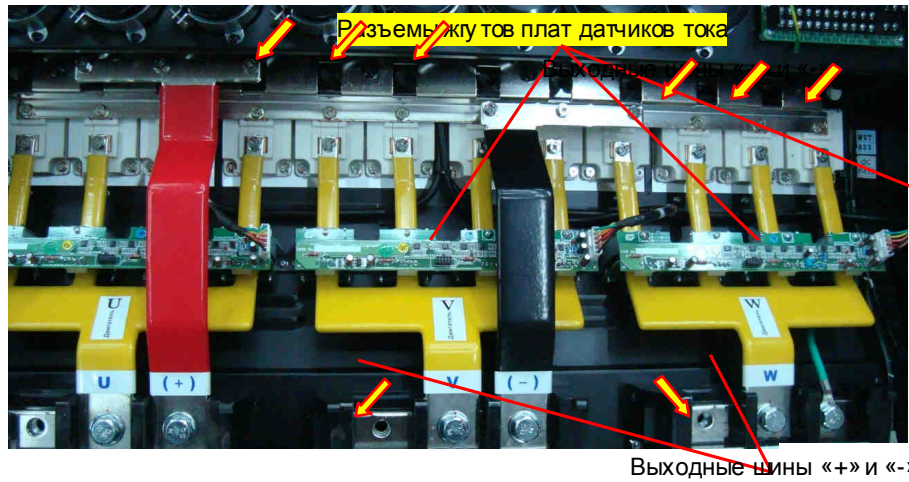

Рис. 6.12
6.9.2. Демонтировать выходные шины «+» и «-», отвернув шесть винтов и два болта (рис. 6.12). Шины, болты и винты положить в тару.
6.9.3. Отсоединить три разъема жгутов от плат датчиков тока (рис. 6.12).